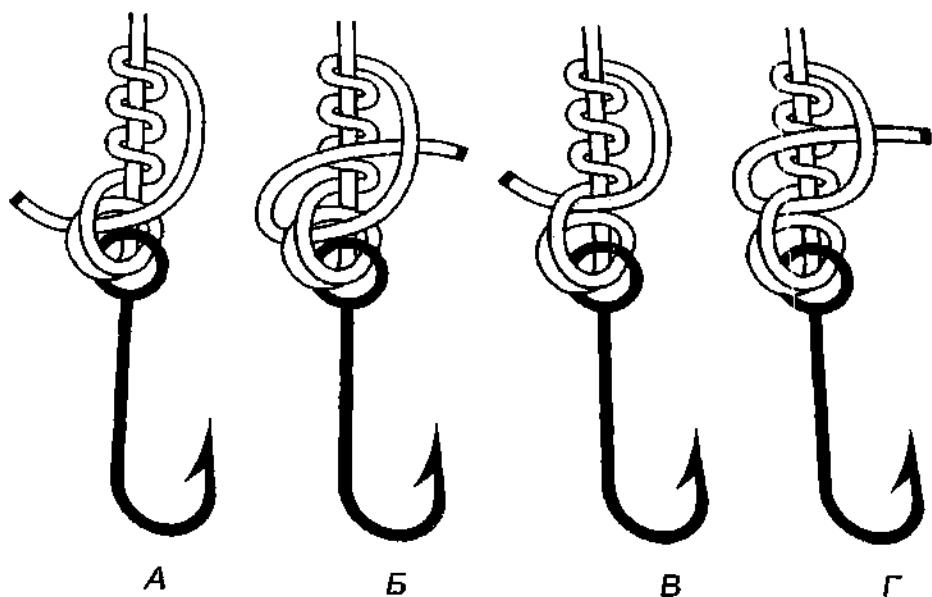

Рис. 713. Ушковый узел со шлагом
**Ушковый узел** со шлагом на ушке крючка лучше сопротивляется истиранию лески в месте соединения с ушком (рис. 713 А, Б). Это наиболее надёжный узел для крепления спиннинговых приманок и блесён. Так как леска пропускается в ушко два раза, ходовым концом вокруг основной лески достаточно сделать 2-3 витка. Как вариант можно завязывать узел, у которого ходовой конец пропускается не под шлаги на ушке, а в очко над шлагами (рис. 713 В, Г). **Ушковый узел** со шлагом не удобно использовать для привязывания маленьких крючков от №18 и меньше.